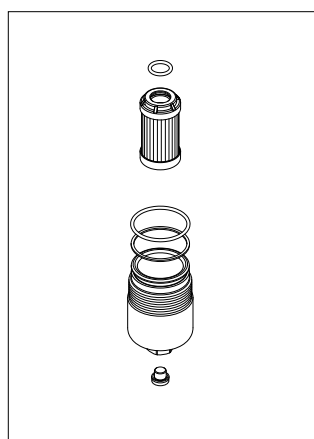

fig. 23
- (Fig. 23) Alloggiare 1°: l'anello antiestrusione e 2°: l'O-ring nella gola del contenitore, inserire l'O-ring nel cerchietto dell'elemento filtrante